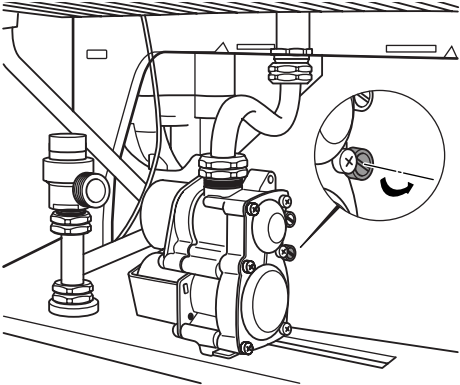

Fig. 6.1 Point de prise de pression gaz
- Dévissez la vis d'étanchéité du raccord de mesure de la pression du gaz à l'entrée (voir Fig. 6.1 Point de prise de pression gaz)